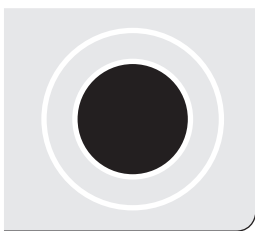
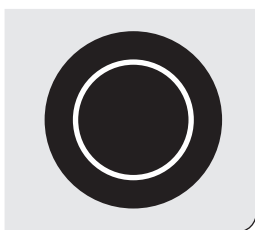

Fig. 3
Fig. 4
Les tables de cuisson 30" et 36" possèdent un élément radiant double situé tel que montré aux fig. 1 et 2. Des témoins lumineux situés sur le panneau de commande indiquent quelles zones de l'élément double fonctionnent. Un témoin lumineux allumé indique que seule la ZONE INTERNE de l'élément fonctionne (Fig. 3). Deux témoins lumineux allumés indiquent que les DEUX ZONES de l'élément double fonctionnent (Fig. 4). Vous pouvez passer d'une zone à l'autre à tout moment durant la cuisson.
4. Sélectionnez la ZONE INTERNE (Fig. 3) ou les DEUX ZONES (Fig. 4) de l'élément en appuyant sur la touche .